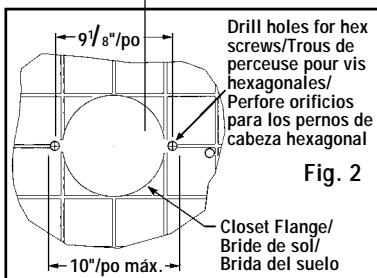

Fig. 2
- Drill $\frac{1}{2}$ " holes through tile only. Measure tile thickness and set locking ring on drill bit to assure that you drill through tile only, not wood sub-flooring (Fig. 2).
- Percez des trous de $\frac{1}{2}$ po à travers les carreaux seulement. Mesurez l'épaisseur des carreaux et placez le contre-écrou de blocage sur la mèche de la perceuse afin de vous assurer de ne percer qu'à travers les carreaux seulement et non le sous-plancher de bois (Voir Fig. 2).
- Perfore orificios de $\frac{1}{2}$ " sólo a través de la loseta. Mida el grosor de la loseta y coloque un anillo de bloqueo en la broca, para cortar sólo la loseta y evitar perforar la madera del contrapiso (Fig. 2).